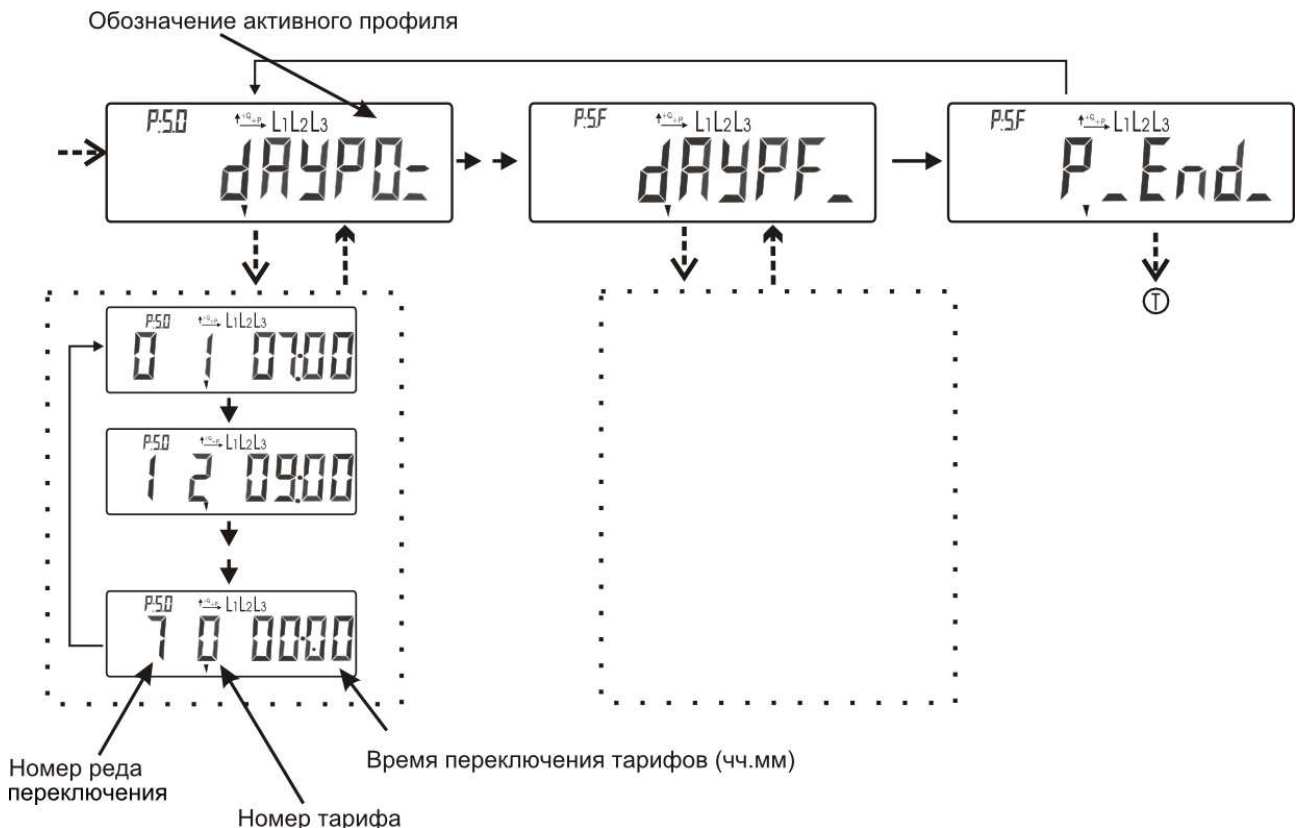

Рис. 18: Схема просмотра суточных профилей
**Код 5\_.** Окно “\_day-P\_”. Дневные тарифные программы. Просмотр информации начинается с воздействия длинным сигналом. Схема просмотра данных указана на рисунке Рис. 18.